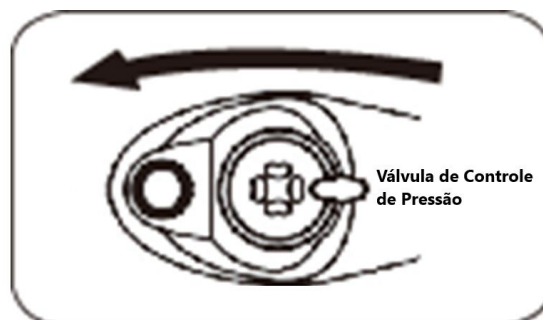

Figura 5
4. Rasgue a etiqueta prateada fixada na válvula de controle de pressão para garantir que a válvula possa ser colocada para baixo e seja capaz de se mover livremente. (Como mostra a figura 5).